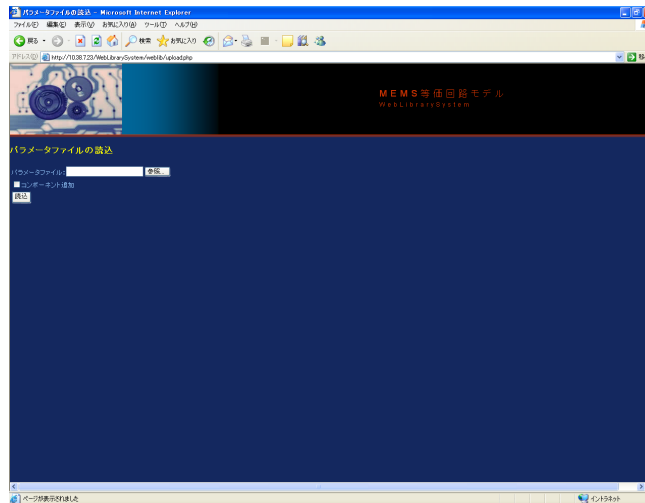

Figure 6: 「パラメータファイルの読み込み」画面
1. 3D CAD を用いる方法起動画面で「読み込み」ボタンを押すと図6に示す画面が表示される。「参照...」ボタンを押すとファイル選択画面が起動するので、作成した .ecp ファイルを選択する。